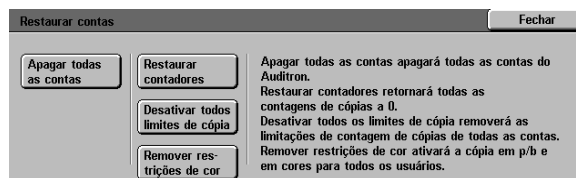

Figura 11: telas Restaurar contas
- 1 Na tela Administração do Auditron, toque em **Restaurar contas** para exibir a tela Restaurar contas, conforme ilustrado na Figura 11.